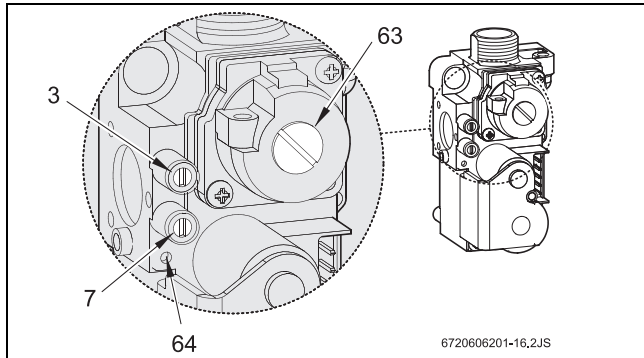

Рис. 22 Газова арматура
- ▶ Видалити запломбований захисний ковпачок з регулювального гвинта (поз. 63, Рис. 22).
- ▶ Для природного газу: установити регулювальним гвинтом (63) максимальне спожиття (MAX) відповідно до Таб. 10.